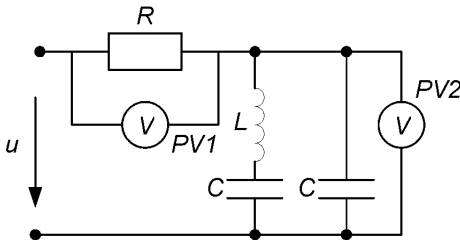

Рис. 3.69
2. В цепи (рис. 3.69) $u = 150 + 50\sqrt{2} \sin(\omega_1 t + 45^\circ) \text{ В}$; $\omega_1 L = \frac{1}{\omega_1 C}$.